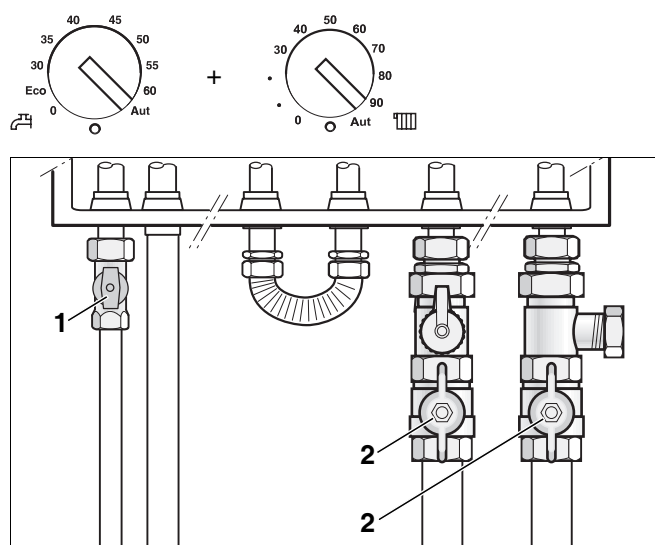

Abb. 3 Gasabsperrhahn und Wartungshähne öffnen
- Öffnen Sie den Gasabsperrhahn (Abb. 3, **Pos. 1**). Drücken Sie dazu den Gasabsperrhahn etwas ein und drehen Sie ihn nach links. In der Stellung „Offen“ steht der Gasabsperrhahn parallel zur Gasleitung.
- Öffnen Sie die Wartungshähne (Abb. 3, **Pos. 2**).